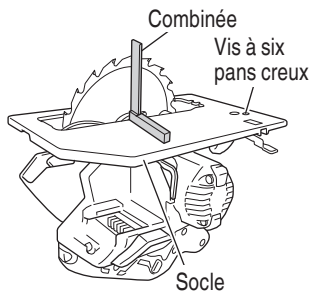

Fig. 34
6. Réglage du socle et de la lame de scie en vue de la perpendicularité (Fig. 34)
- (1) Retourner le socle (Fig. 34) et desserrer le levier (A).
- (2) Placer une équerre entre le socle et la lame de scie et déplacer la position du socle en tournant la vis à six pans creux avec une clé hexagonale de 3 mm de façon à obtenir un angle droit.